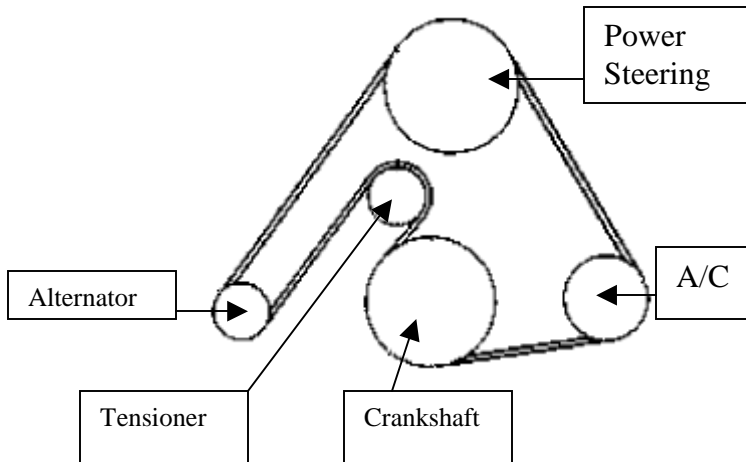

Figure 1
3. Take note of the under hood belt routing diagram. If missing, refer to figure 1 or draw a simple sketch.
7. Install the new tensioner onto the engine. Tighten lower (2) tensioner mounting bolts to **25 Nm/ 34 ftlbs**, and the upper bolt to **50Nm/ 67 ftlbs**
8. Install serpentine belt by rotating the tensioner clockwise direction and then slipping the belt around each pulley, as shown in the under hood belt routing diagram or figure 1. Slowly move the tensioner in the clockwise (down) direction until you can remove the installation pin, located at the bottom of the spring area. Once the installation pin is removed, slowly allow the tensioner to rotate in the (up) direction until the belt is tensioned.
8. Installez la courroie multifonction en tournant le tendeur dans le sens horaire, puis en glissant la courroie autour de chaque poulie, tel qu'indiqué dans le diagramme d'acheminement de la courroie sous le capot ou dans la figure 1. Laissez le tendeur bouger lentement dans le sens horaire (vers le bas) jusqu'à ce que vous puissiez retirer la tige d'installation, située dans la partie inférieure de la zone du ressort. Une fois la tige d'installation retirée, laissez lentement le tendeur tourner vers le haut jusqu'à ce que la courroie soit tendue.